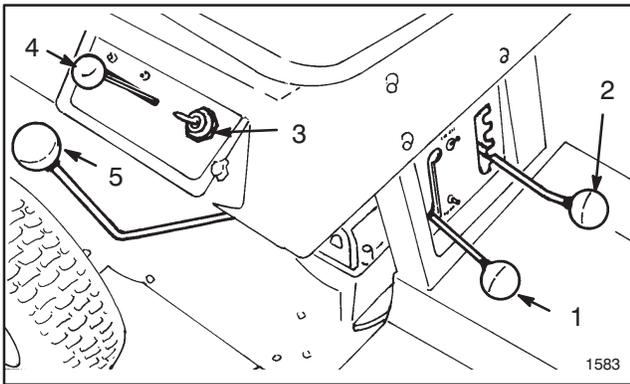

Abbildung 5
Gangschaltung (Abb. 5)—Das Getriebe hat fünf Vorwärtsgänge, Leerlauf und Rückwärtsgang. Der Schalthebel befindet sich rechts vom Fahrer. Ein Sperrschalter, der Motorstart bei eingelegtem Gang verhindert, ist oben am Getriebe montiert.
Schnittmesserkontrollhebel (Abb. 5)—Mit dem Schnittmesserkontrollhebel wird das Schnittmesser ein- und ausgerastet. Ein Sperrschalter verhindert Motorstart, wenn der Hebel auf EINGERASTETER Position steht. Der Motor springt nur an, wenn der Hebel auf AUSGERASTETER Position steht.
Gashebel (Abb. 5)—Mit dem Gashebel werden Gasregler und Choke am Vergaser betätigt. Der Hebel hat drei Stellungen: LANGSAM, SCHNELL und CHOKE.
Schnitthöheneinstellung (Abb. 5)—Mit dem Schnitthöhenhebel kann die Schnitthöhe in fünf Abstufungen von ca. 1-1/2 bis 3-1/2 Inch eingestellt werden.
Zündschalter (Abb. 5)—Der Schalter hat drei Stellungen: ON, OFF und START.
2. Die Gangschaltung auf Neutralposition und den Schnittmesserkontrollhebel auf AUSRASST-Sperre stellen (Abb. 5).
3. Den Gashebel auf CHOKE-Position stellen (Abb. 5), wenn ein kalter Motor gestartet wird. Bei einem warmen Motor braucht der Choke nicht betätigt zu werden. Den Gashebel zum Start auf Position FAST stellen.
4. Den Zündschlüssel (Abb. 5) auf Position START drehen. Wenn der Motor startet, den Schlüssel loslassen und den Gashebel zwischen FAST und SLOW stellen, wenn der Choke zum Start verwendet wurde. Den Mäher für optimale Leistung mit dem Gashebel auf Position FAST (Vollgas) betreiben.
1. Den Schnittmesserkontrollhebel auf AUSRAST-Sperre stellen (Abb. 5).
2. Den Schnitthöhenkontrollhebel (Abb. 5) auf die gewünschte Position stellen.